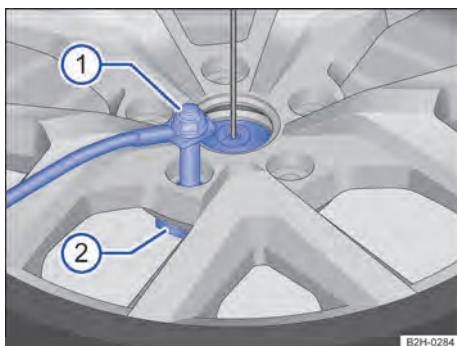

Fig. 190 Roda sobressalente ou roda de emergência: soltar o parafuso de segurança.
Legenda para Fig. 190:
- Desparafusar o parafuso de segurança com a chave de roda no sentido anti-horário do suporte do aro → Fig. 190 (1).
- Desenroscar o parafuso de segurança do suporte do aro → Fig. 190 (1).